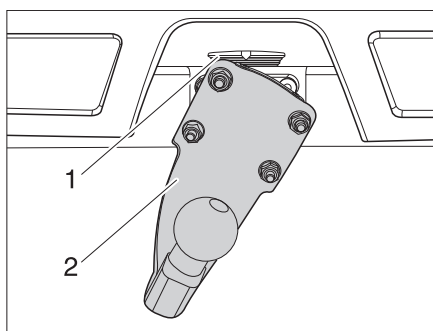

Bild 5 Släpvganskoppling
- Sätt släpvganskopplingen (Bild 5,2) i 90° vinkel på spärren (Bild 5,1).
- Sväng släpvganskopplingen (Bild 5,2) nedåt tills spärren (Bild 5,1) går i lås.
- Tryck spärren (Bild 5,1) uppåt.
- Sväng släpvganskopplingen (Bild 5,2) 90° åt vänster.
- Släpp spärren (Bild 5,1).
- Ta bort släpvganskopplingen (Bild 5,2).